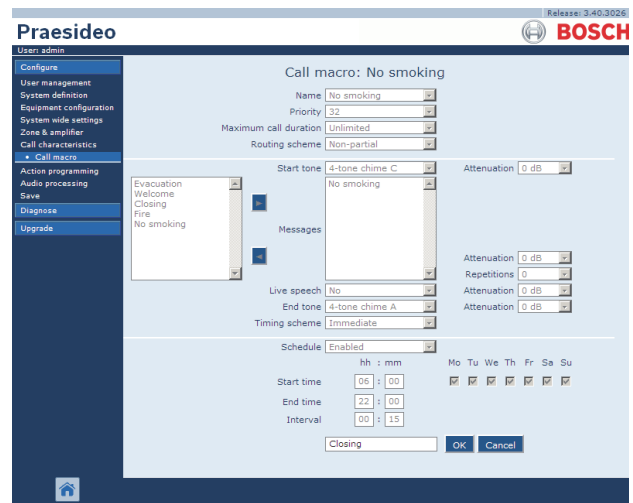

abbildung 47.4: Neues Ansagemakro erstellen, Schritt 3
- 3 Geben Sie den Namen für das neue Ansagemakro im Feld *Name* ein (Beispiel siehe abbildung 47.4). Dieser Name kann bis zu 16 Zeichen lang sein.